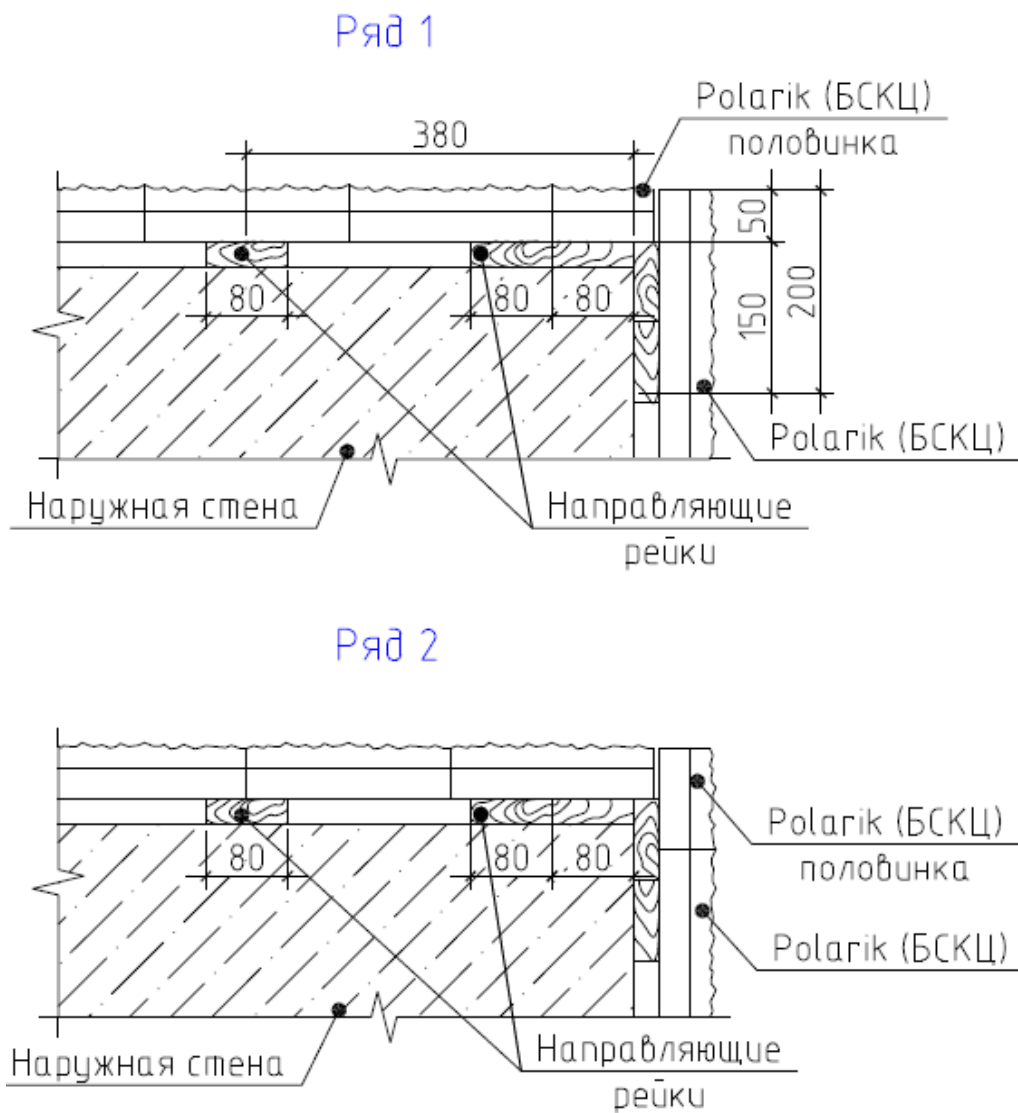

Рис.3.6.2.: второй способ облицовки угла. Выполняется без перевязок в углу
- 3.15. Схематичное изображение вариантов облицовки угла здания представлено на Рис.3.6.1 и Рис.3.6.2